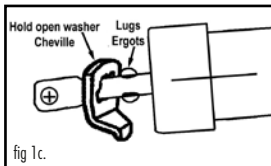

fig 1c.
2. Place hold open washer on closer rod. This is for occasional optional use only. (fig.1c)
2. Placer la rondelle sur la ferme-porte. Ceci est pour l'usage occasionnel seulement. (fig. 1c)